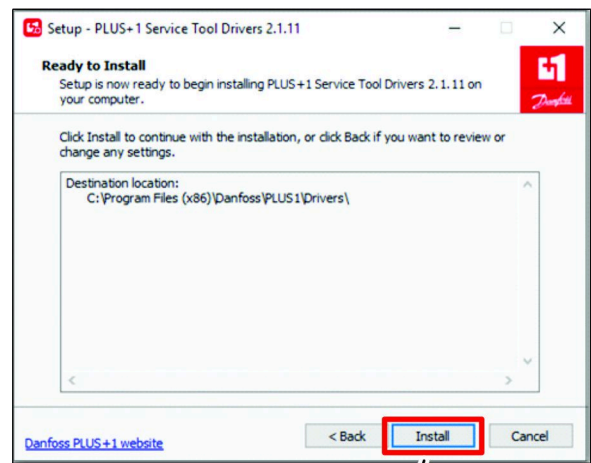

Figura 30
2. En el cuadro de diálogo Listo para instalar, haga clic en el botón INSTALAR(Figura 30).